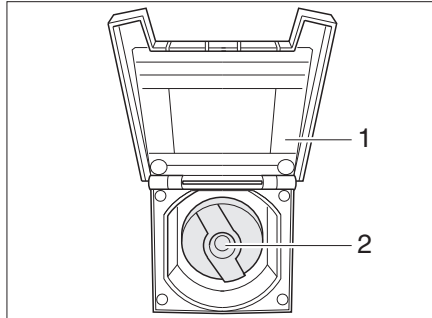

Bild 144 Verschlussdeckel für Trinkwasser-Einfüllstutzen
- Verschlussklappe (Bild 144,1) zum Trinkwasser-Einfüllstutzen öffnen.
- Schlüssel in Schließzylinder (Bild 144,2) stecken und eine viertel Umdrehung entgegen dem Uhrzeigersinn drehen.
- Verschlussklappe (Bild 144,1) schließen.
- Trinkwasser-Einfüllstutzen (Bild 144) öffnen.